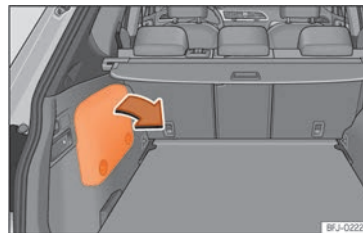

Fig. 251 Localização da bateria na bagageira
- Retire a tampa do revestimento lateral para ter acesso à bateria de 12 V » **Fig. 251.**